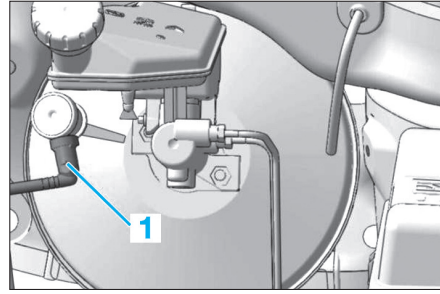

Fig. 16
- Déposer le raccord (1) (Fig.16).